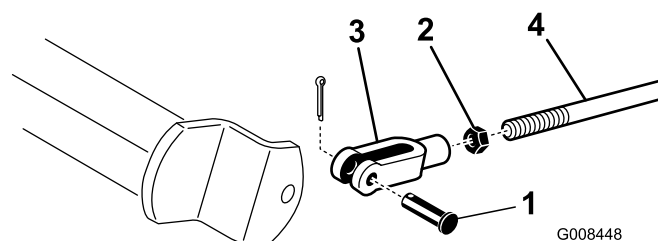

図 53
2. ブレーキが片効きであれば、コッターピンとクレビスピンを外して、ブレーキロッドを外す (図 53)。
3. ジャムナットをゆるめ、クレビスを調整する (図 53)。
4. クレビスをシャフトに取り付ける (図 53)。